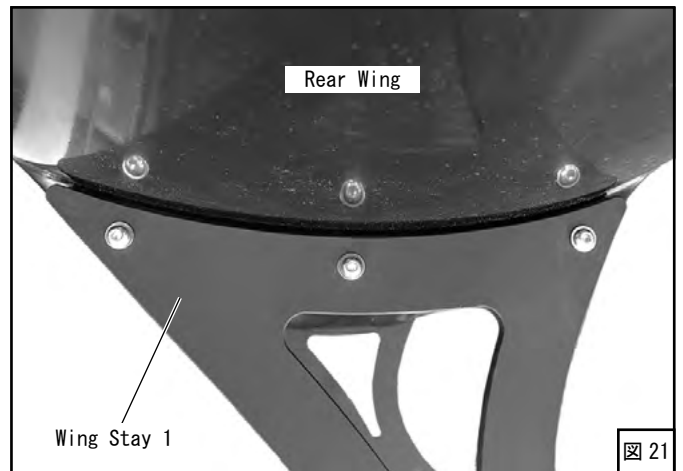

図 21
(20) ボルト M6-20、ワッシャ M6 を使用して [Wing Stay 1] に [Rear Wing] を取付けてください。(図 21)